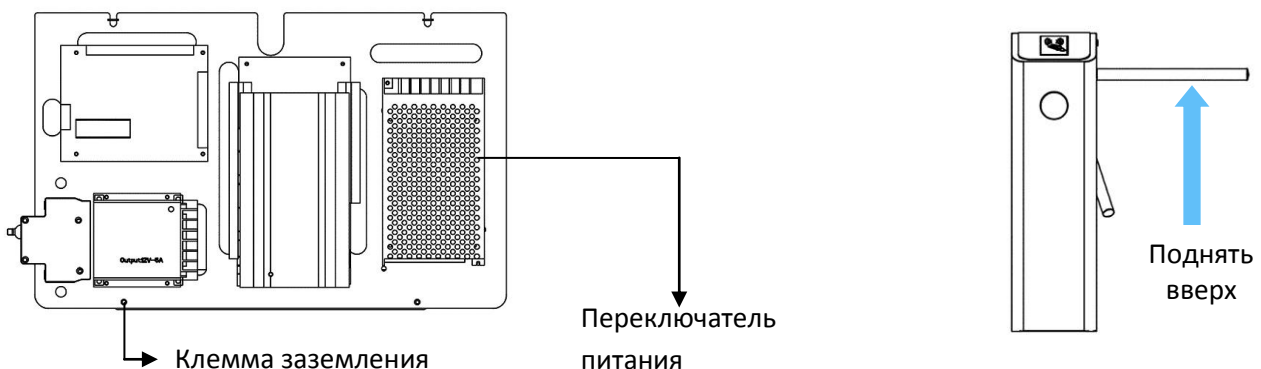

Рисунок 3
3. Поднимите штанги вручную (см. Рисунок 3).